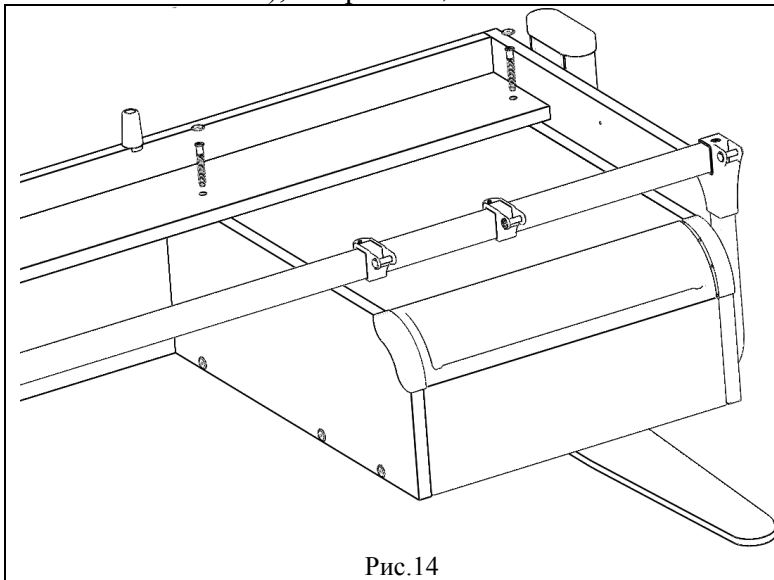

Рис. 14
4.4.1. Сборку по п. 4.3.1. установить и закрепить при помощи винтов конфирмат (поз.2, пакет № 138) к столу. На винты конфирмат поверх установить СУТ.11.006.Заглушки конфирмат (поз.3, пакет №138), см. рис. 14, 14а.
Рис. 14а